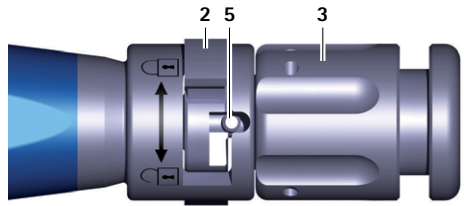

Abb. 4 Nahaufnahme Einsetzinstrument, Probeimplantat/Implantat verspannt
- Drehmutter 3 am Einsetzinstrument A im Uhrzeigersinn (Richtung "back") drehen, bis Probeimplantat verspannt ist, siehe Abb. 4.
- Drehmutter 3 am Einsetzinstrument A im Uhrzeigersinn (Richtung: „back“) drehen, bis Implantat verspannt ist, siehe Abb. 4.